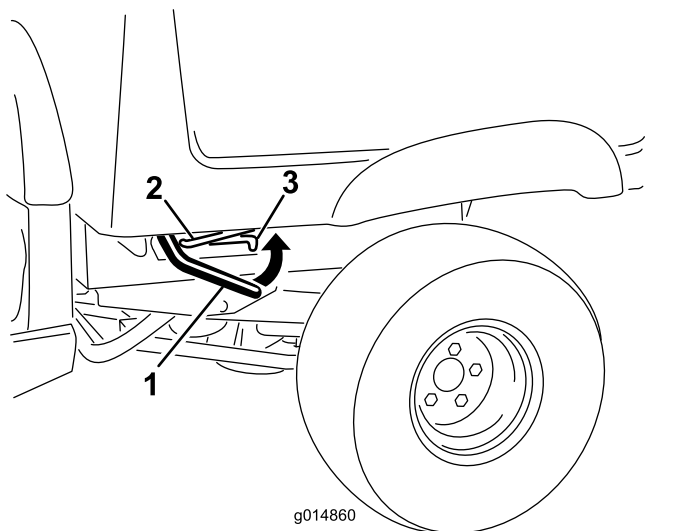

Figura 1
4. Alzate la leva su ciascun lato del pianale e sollevate il pianale stesso (Figura 1).